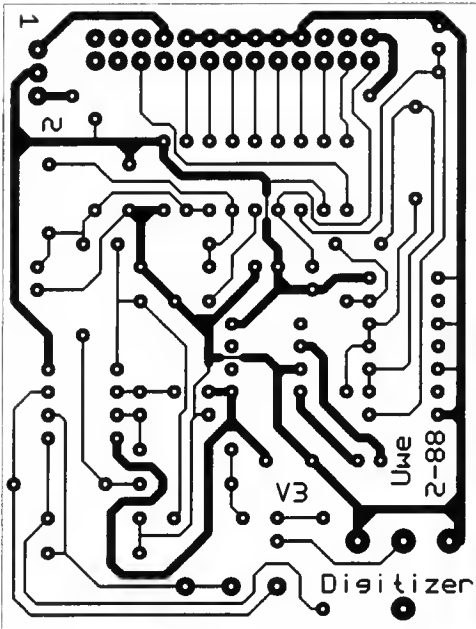
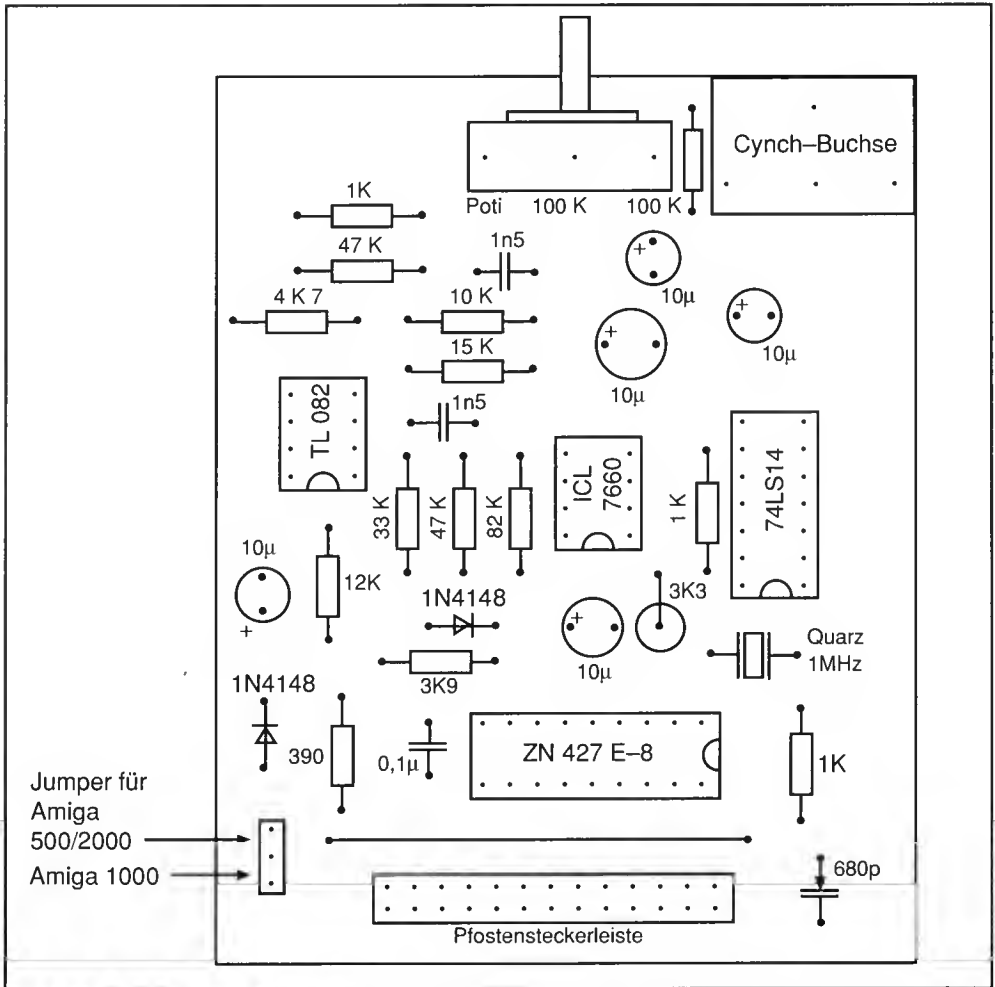

Bild 2.57: Platinevorlage zum Amiga-Digitizer
Bild 2.58: Bestückung des Digitizers
Bild 2.57 zeigt die Platine des Analog/Digital-Wandlers. Obwohl ihr Schaltplan (Bild 2.56) recht unscheinbar aussieht, ist sie dicht bepackt und enthält vor allem viele Leiterbahnen. Richten Sie sich beim Herstellen der Platine und beim Bestücken nach den Hinweisen im Anhang A. Tabelle 2.14 gibt die benötigten Bauteile an, Bild 2.58 enthält den Bestückungsplan.
- 1 doppelseitige Platine nach Bild 2.57